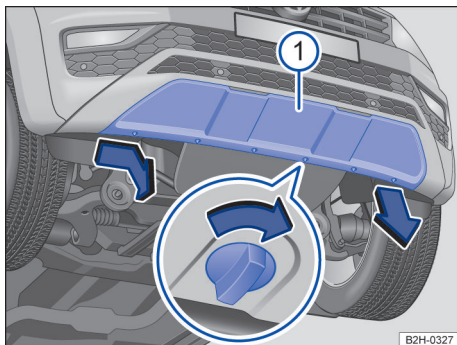

Fig. 167 No para-choque dianteiro: cobertura da argola de reboque.
O alojamento da argola de reboque rosqueável se encontra na parte dianteira direita do para-choque sob uma cobertura → Fig. 167 ①.
- Girar os parafusos de travamento aproximadamente 90 graus no sentido da seta → Fig. 167.
- Retirar as linguetas de travamento restantes do para-choque e colocar a cobertura com segurança no veículo → Fig. 167 ①.